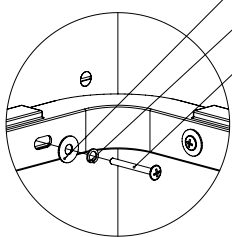

Рис.10
10. Таким же способом установите Полки МР-6-112 на детали 3, 4 (Рис.10).